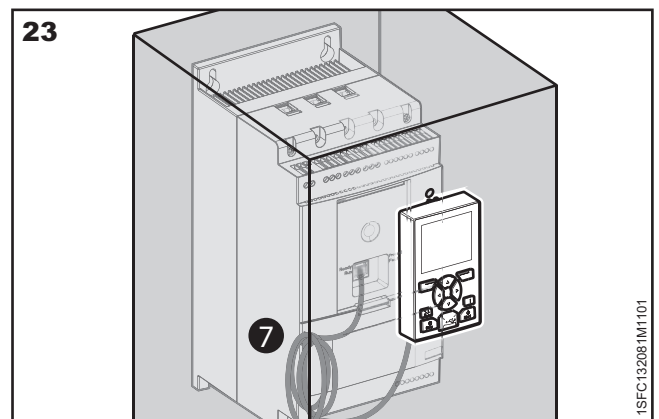

Рис. 23. Скручивание оставшейся части свисающего кабеля
5. Убедитесь, что сетевой кабель вставлен в оба порта должным образом. Сверните оставшуюся часть свисающего кабеля кольцами, чтобы избежать пережатия кабеля дверью, см. **7** на **рис. 23**. Закройте дверь корпуса и включите рабочее напряжение, чтобы убедиться, что внешняя панель управления функционирует.